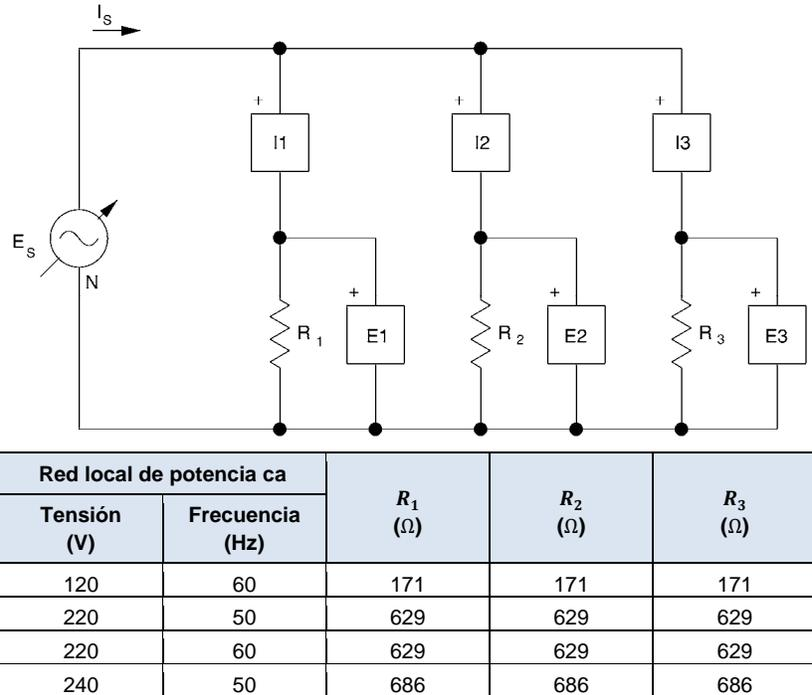

Figura 2-11. Potencia instantánea en un circuito paralelo.
14. Apague la Fuente de alimentación y monte el circuito que se muestra en la figura 2-11. Ajuste el módulo Carga resistiva con los valores de resistencias indicados y conecte I1, I2, I3 y E1, E2, E3, tal como se muestra en la figura.